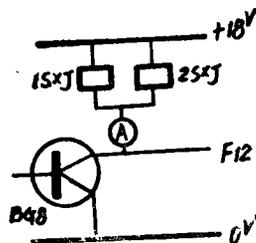

图5 BG₈导通时回路电流测量
1、1S_xJ与2S_xJ两继电器并联使用不够合理。如图5所示。因为在两继电器并联使用时，BG₀导通回路电流实测为28毫安。而每个S_xJ继电器动作电流为0.5至0.6毫安，显然倍数太大。